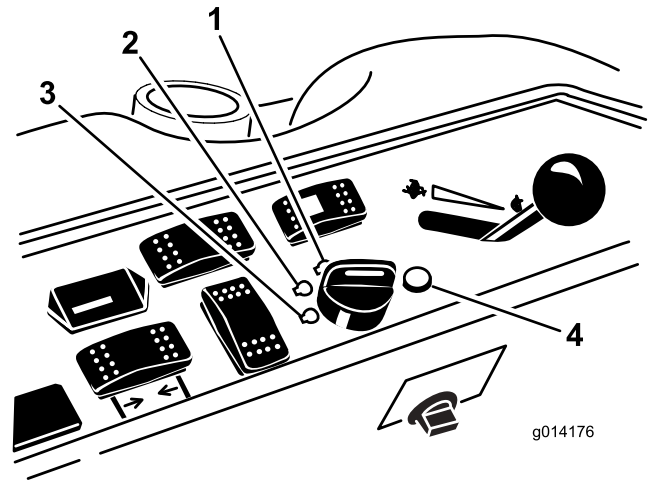

图 21
6. 将点火钥匙顺时针旋转至运行位置图 21。预热塞指示灯应亮起 6 秒钟。